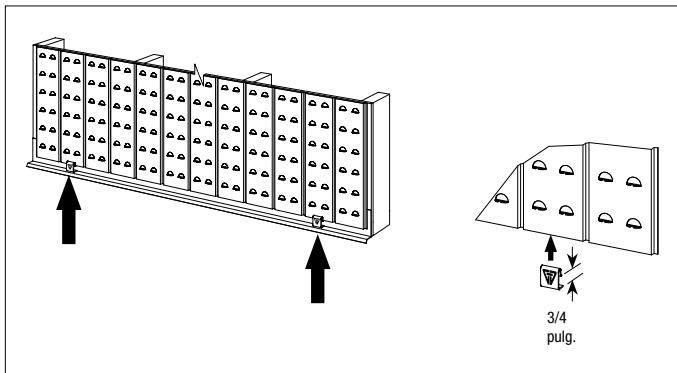

FIGURA 4
- Para las aplicaciones Elite, deslice los separadores Thin Tech con el logotipo "GG" hacia arriba y hacia adelante, completamente en el borde inferior de los primeros paneles de fila (más bajos) y coloque los paneles con el espaciador apoyado en la base horizontal del ángulo de inicio y los bordes verticales alineado sobre los montantes, vea la Figura 4. (Si no se utilizan separadores Thin Tech, coloque los paneles de modo que sus bordes inferiores estén a 3/4 pulg. por encima de la base horizontal del ángulo de inicio y sus bordes verticales se alineen sobre los montantes).